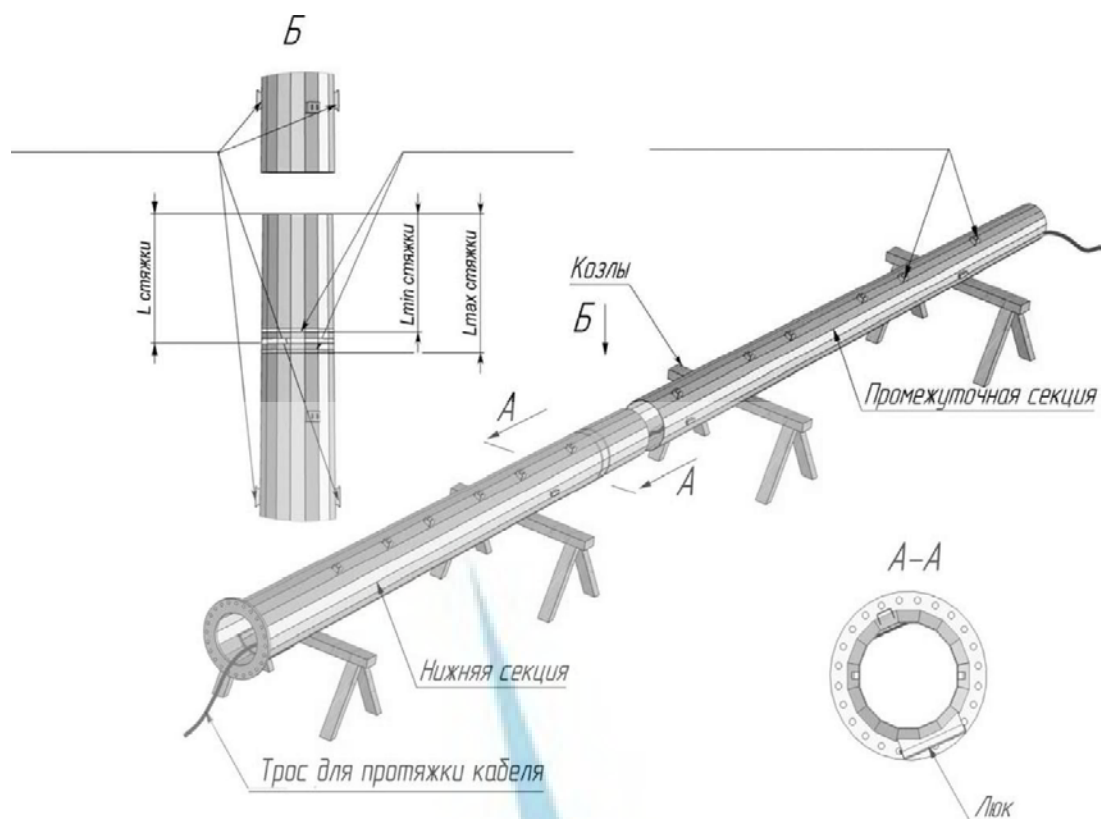

Рис. 1
5) Соблюдая соосность стянуть секции за 3-4 нагружения, контролируя усилие стягивания. Для улучшения условий стягиваемости в перерывах между нагружениями необходимо обстучивать зону стяжки деревянной киянкой или кувалдой через деревянный брусок, стяжку необходимо производить до тех пор, пока основание промежуточной секции не окажется в зоне стяжки (между  $L_{min}$  стяжки и  $L_{max}$  стяжки см. рис. 1).